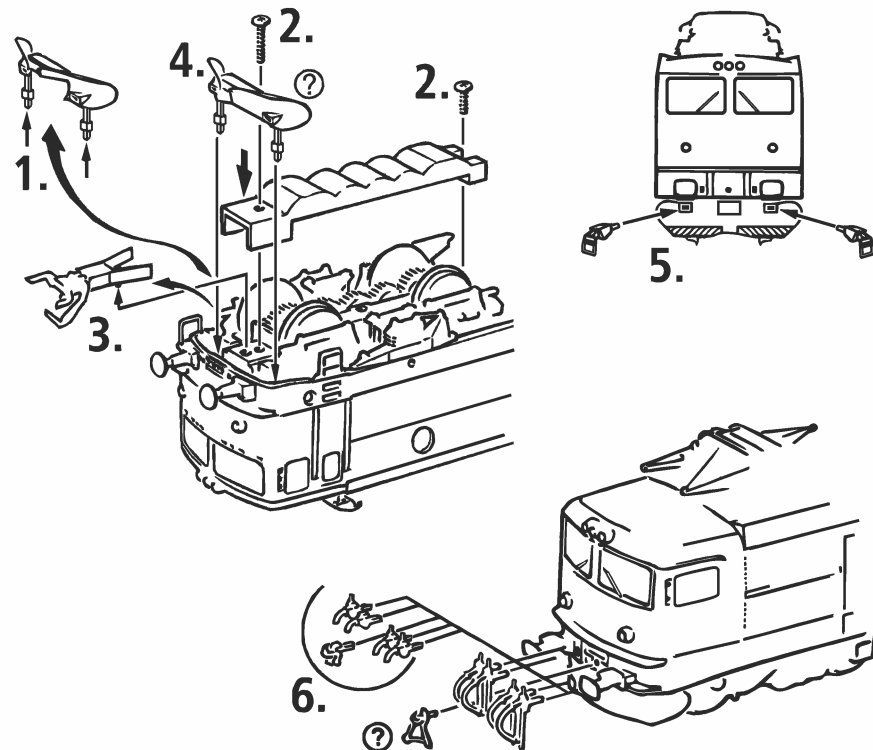

Fig. 3
1. Reinigung der Radstromkontakte: Radstromkontakte können auf unsauberen Schienen leicht verschmutzen. **Entfernen Sie vorsichtig** mit einem kleinen Pinsel **den Schmutz** an den in Fig. 7 gekennzeichneten Stellen. Dazu zuerst das Lokgehäuse abnehmen (Fig. 3).
4. Kohlebürstenwechsel: Lokgehäuse abnehmen (Fig. 3). Danach den **Motor ausbauen** und die **Kohlebürsten auswechseln** (Fig. 9).
1. Rengöring av hjulens strömuttagningsbleck: Strömuttagningsblecken kan bli smutsiga om modellen används på smutsig räls. Rengör blecken med en liten borste på punkterna som markeras på fig. 7. Tag av lokkåpan först (fig. 3).
4. Byte av motorkol: Tag av lokkopån först (fig. 3). Tag ur motorn och byt motorkolen enligt fig. 9.
1. Cleaning of wheel current pickups: Wheel contacts may become dirty when running on track that is not clean. Remove dirt carefully with a small brush from the locations shown in fig. 7. Remove the locomotive housing first (fig. 3).
4. Change of carbon brushes: Remove the locomotive housing first (fig. 3). Then **remove the motor** and replace the carbon brushes (fig. 9).
_{se} } Fig. 3